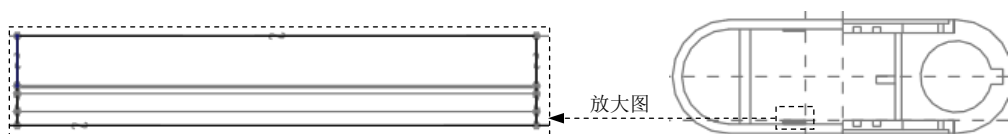

图 19.18 截面草图
(3) 进入草绘环境后, 选取 MOLD_RIGHT 基准平面和 MOLD_FRONT 基准平面为草绘参考, 利用“使用边”命令绘制图 19.18 所示的截面草图(截面为一矩形)。完成特征截面的绘制后, 单击“草绘”操控板中的“确定”按钮 。
(4) 将坯料的遮蔽取消。单击 **编辑模具体积块** 操控板, 在模型树中右击  CLIPPER_WP.PRT 选项, 然后在快捷菜单中选择 **取消遮蔽** 命令。
(5) 设置深度选项。